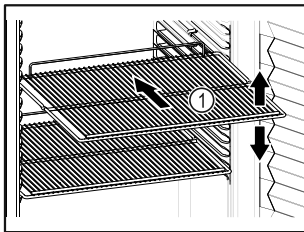

Fig. 88 Voorbeeld
- Indien de legroosters Fig. 88 (1) verplaatsbaar zijn, deze aan de hoogte aanpassen.